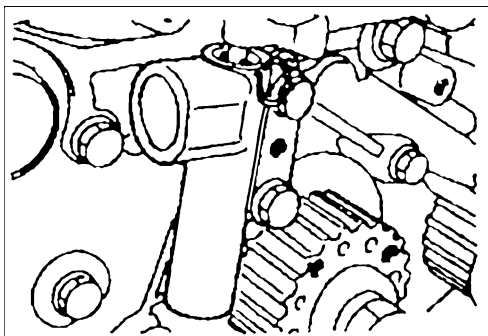

图 2-38 将钢丝插进对齐的孔中
④ 如图 2-38 所示，将钢丝（直径为 1.4mm）插进对齐的孔中。